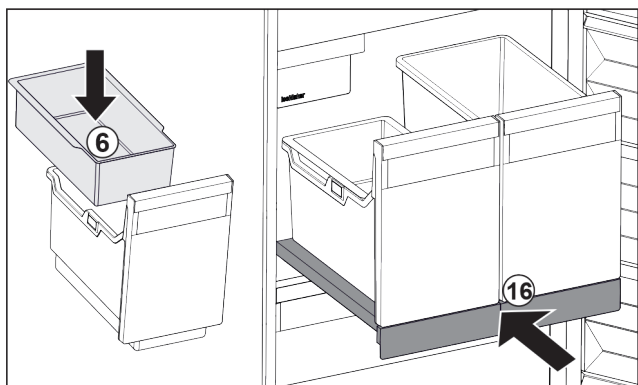

Fig. 87
- ▶ Włożyć półkę zawieszoną Fig. 87 (6) na kostki lodu.
- ▶ Wsunąć wysuwaną półkę z pojemnikiem (IceTower). Fig. 87 (16)